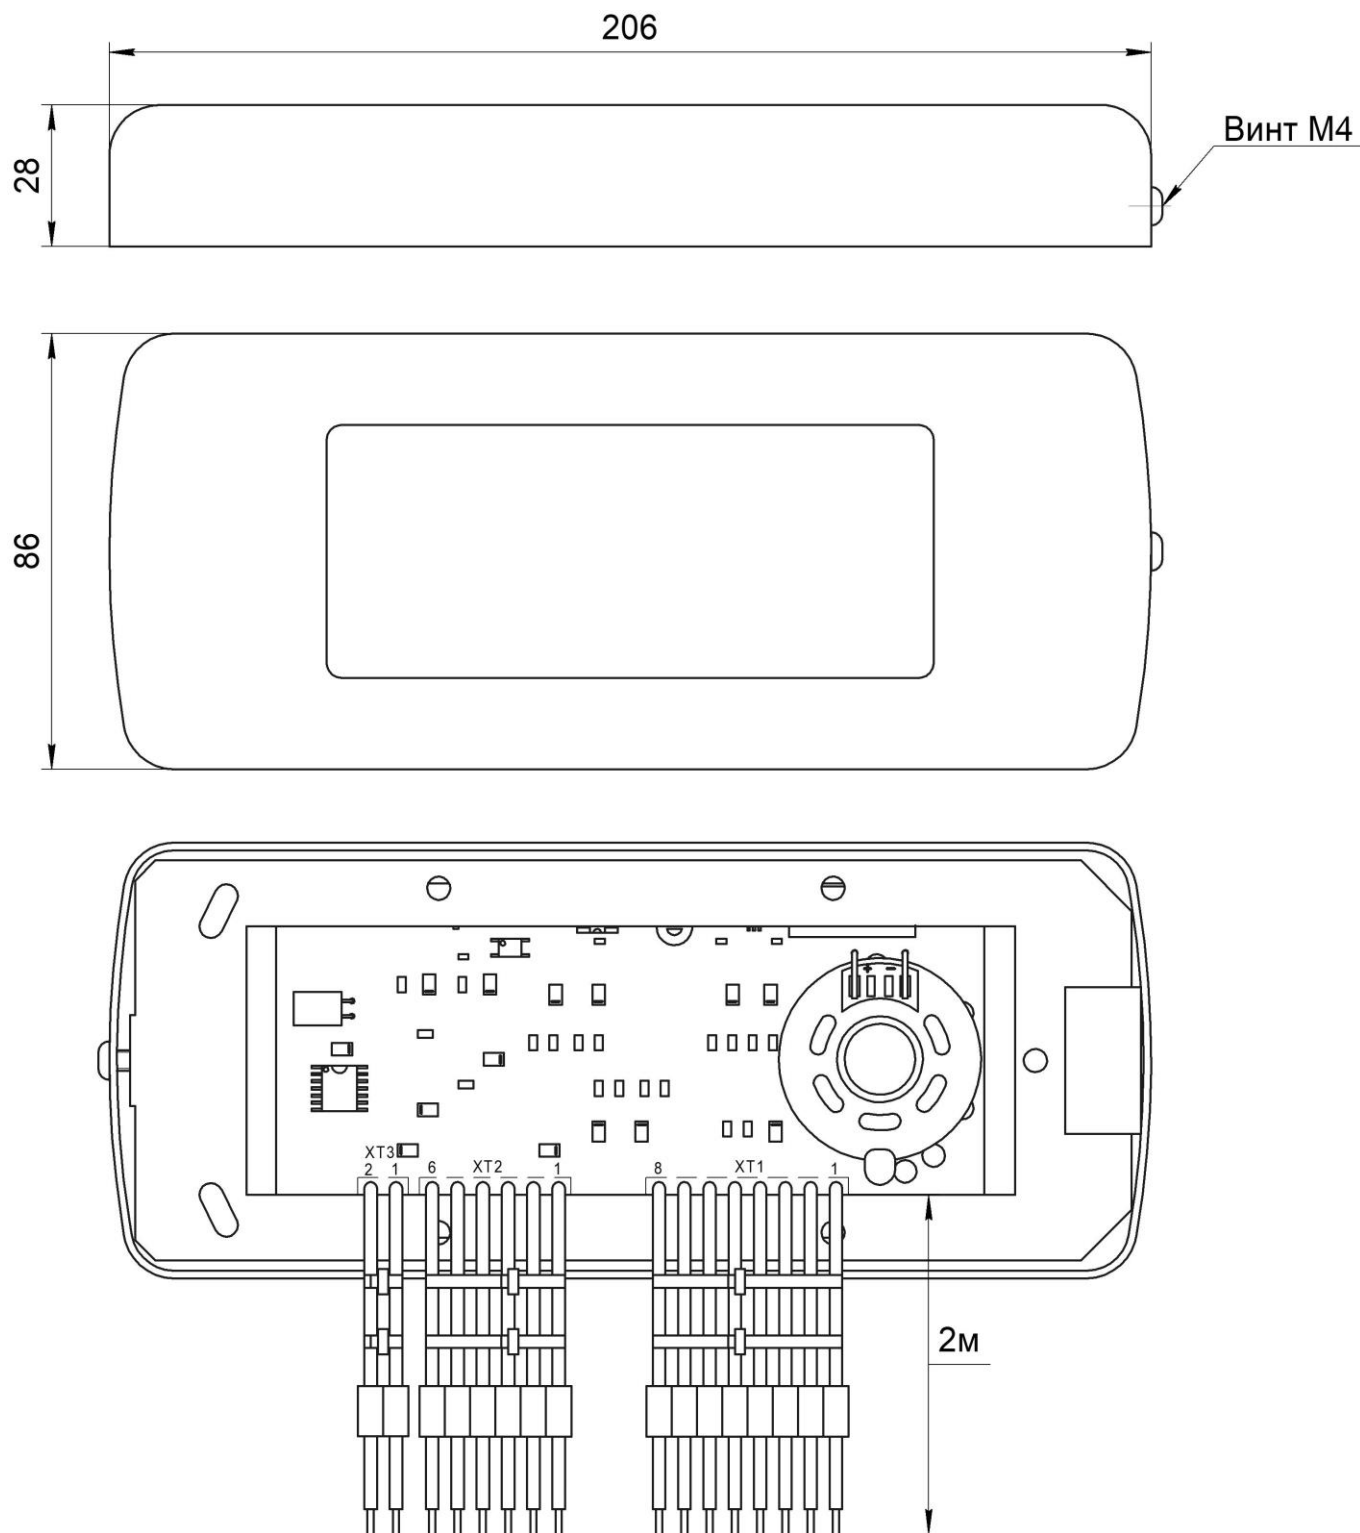

Рис.1 Габаритные и установочные размеры Табло накладное ГОНГ(У) НШЕК.468232.095
4.1.3 Подключить Табло накладное ГОНГ Г(У) в соответствии с таблицами 1, 2, 3. Внешний вид устройства показан на рис.1.